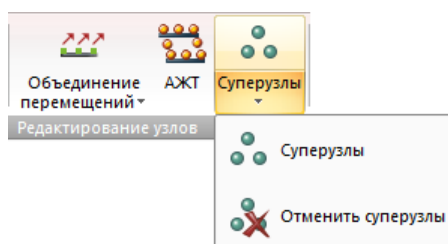

Рис. 154. Раскрывающийся список **Суперузлы**
**Суперузлы** (рис.154) – раскрывающийся список, который содержит команды по назначению узлам схемы или отмене статуса суперузлов.